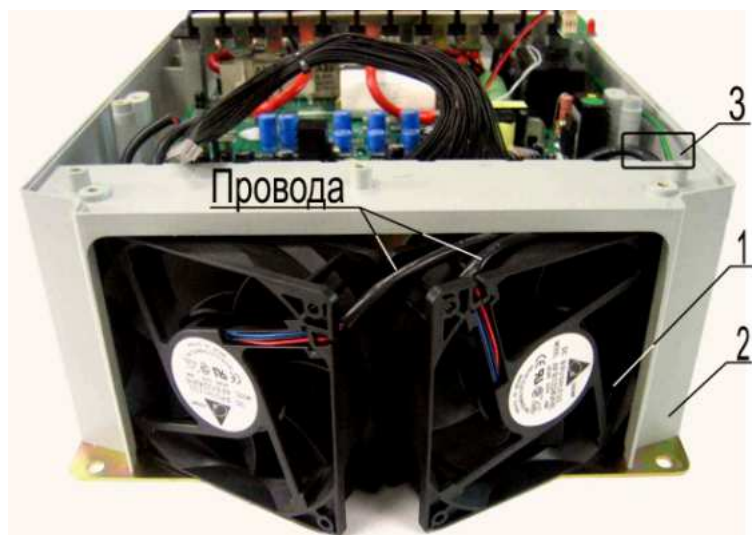

Рис. 6.17
6.10.4. Достать из корпуса 2 вентиляторы 1, потянув за внутренние боковины, как показано на рис. 6.17. Вытянуть из отверстия 3 корпуса провода вентиляторов (рис. 6.17).